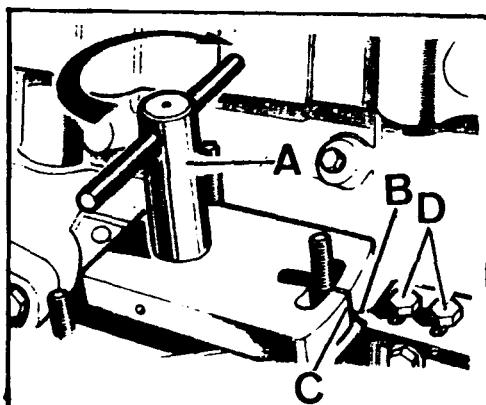

Fig. A1-43 Calaje del puntero de referencia para puesta a punto de la bomba
- 2.4.2. Instalar el útil, 605863, A (Fig. A1-43), sobre el piñón de mando. Eliminar las posibles holguras que puedan existir forzando el útil en sentido de giro a derechas (según Fig. A1-43).
- 2.4.3. El puntero, B (Fig. A1-43), instalado sobre la tapa lateral delantera del bloque, se alinearán con la marca, C, del útil, para lo cual será necesario aflojar los dos tornillos, D, que fijan dicho puntero.
- 2.4.4. Extraer el útil, A (Fig. A1-43) e introducir en su lugar el eje de enlace, con el extremo degollado hacia arriba.